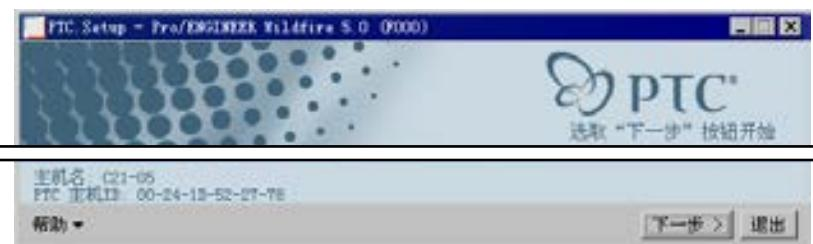

图 2.5.2 “安装”对话框
Step3. 数秒钟后，系统弹出图 2.5.2 所示的对话框，在该对话框中单击 **下一步 >** 按钮。